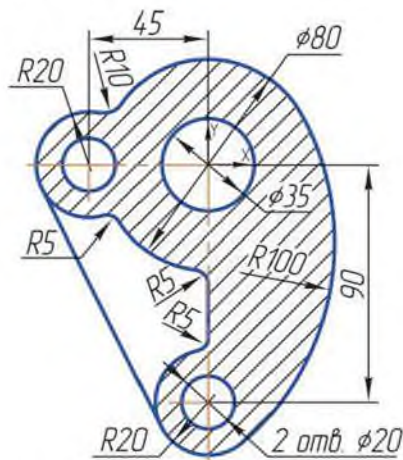

Рисунок 4.23 Деталь «Фланец»
Выполнить изображение детали «Фланец» в КОМПАС-3D с применением элементов сопряжения (рисунок 4.23). Материал – Сталь 45 ГОСТ 1050-88. Заполнить основную надпись.
10) Проставить линейные, диаметральные и радиальные размеры (рисунок 4.23).